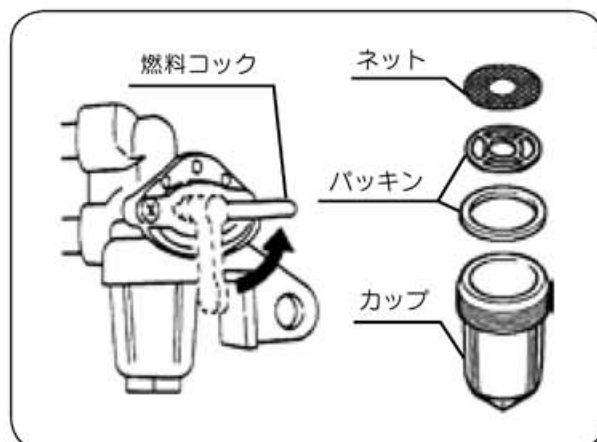

図 36
- 燃料コックレバーを「閉」にし、フィルターポットとフィルターエレメントを取外して、フィルターポットとフィルターエレメントを清掃してください。(図36)